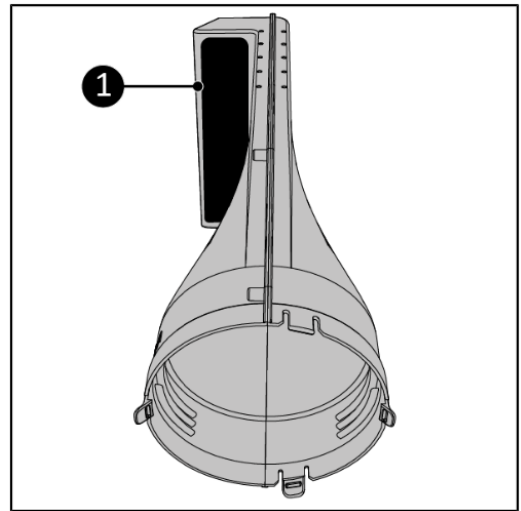

Figura 8.
4. Așezați dispozitivul de ieșire pentru set de ferestre(**15**) în fața dvs., astfel încât orificiul rotund să fie îndreptat spre dvs. (Figura 8).
5. Asigurați-vă că orificiul de evacuare a aerului (Figura 8, elementul 1) este orientat spre stânga.